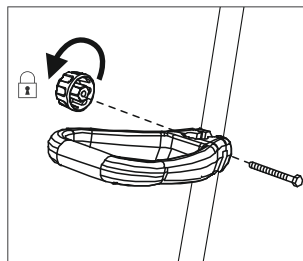

Рис. 5
3. Вставьте болт в отверстия вспомогательной рукоятки и затяните (рис. 5).